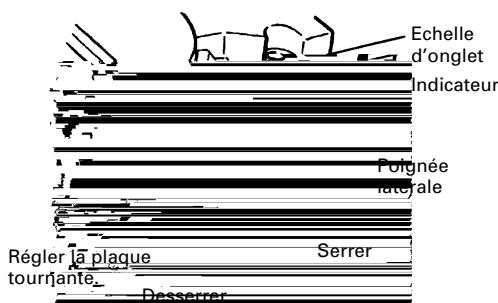

Fig. 16
- (1) Desserrer la poignée latérale et régler la plaque tournante jusqu'à ce que l'indicateur soit aligné sur le réglage voulu de l'échelle d'onglet (Fig. 16).
- (2) Resserrez la poignée latérale pour fixer la plaque tournante à la position voulue.